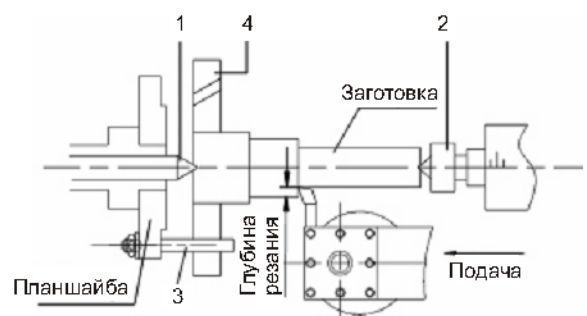

Рисунок 15
10.3 Обработка в центрах (рисунок 15)